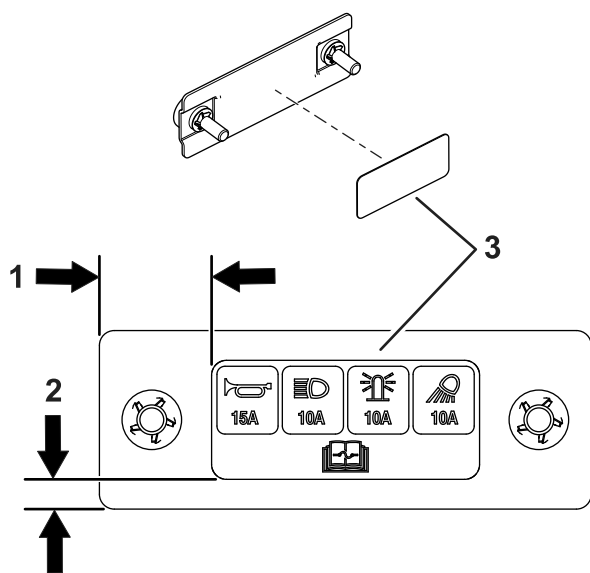

Рисунок 10
9. Прикрепите наклейку к крышке блока предохранителей, как показано на Рисунок 10.